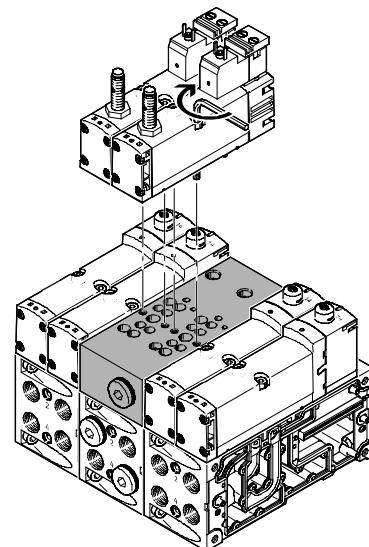

Bild 14: Infästning av magnetventilerna på styrblocket
5. Placera magnetventilen på styrblocket (se Bild 14) och dra åt de två fästskruvarna med en insexnyckel SW3. Innehåll tillåtet åtdragningsmoment 2 Nm $\pm 10\%$.